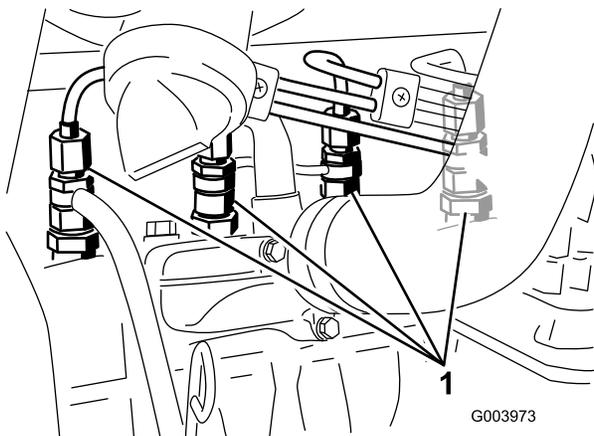

Bild 66
1. Lockern Sie den Leitungsanschluss an der ersten Düse und Halterung (Bild 66).